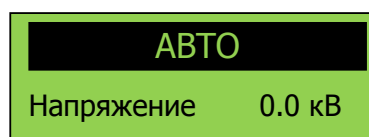

Рисунок 10 – Окно «АВТО»
1.5.9.6 Для установления необходимого значения напряжения на выходе Аппарата нажать на рукоятку регулировки напряжения. При этом появляется окно «АВТО» (см. рисунок 10), в котором мигает значение напряжения на выходе.